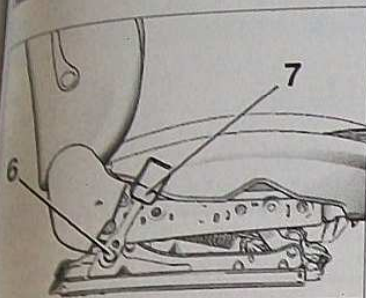

FIG. 28
Déposer la vis (8) et le brin de boucle (7) (Fig.28)